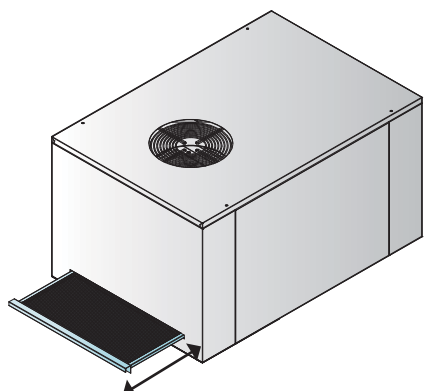

fig. 12
- Se la macchina è dotata di Recuperatore Termico con pompa di calore, pulire il filtro estraibile (vedi fig. 12).